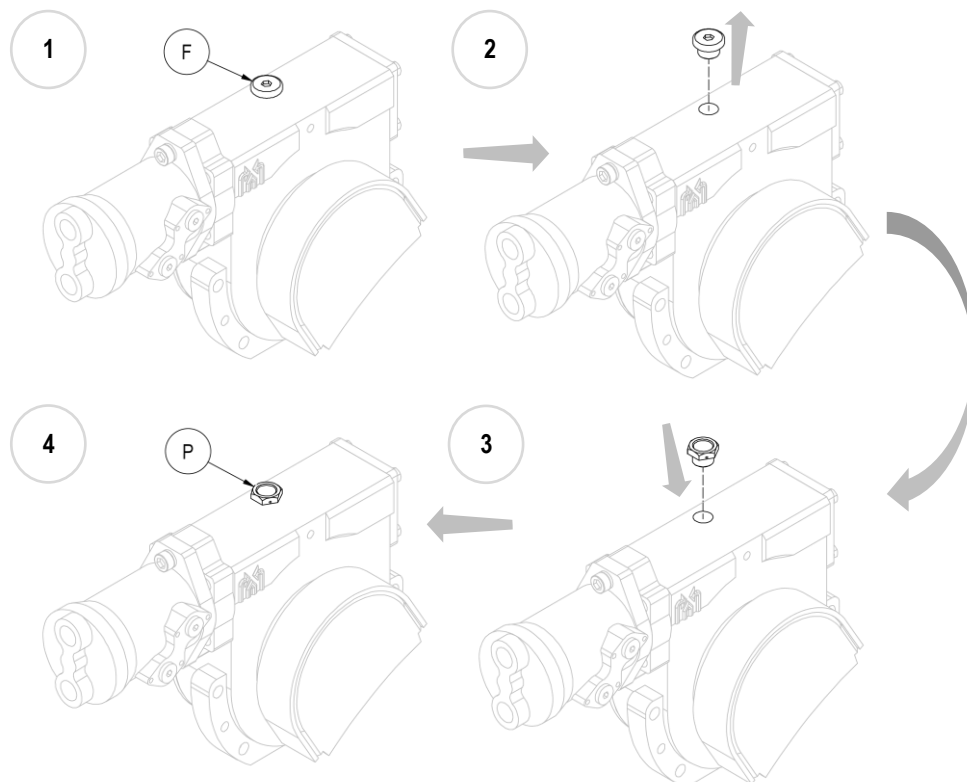

Figura 10
11. **N.B.** Con el equipo montado, reemplaze el tapón de llenado de aceite de hierro ciego (F) por el de plástico suministrado (P), equipado con un respiradero (mira *Figura 10*).